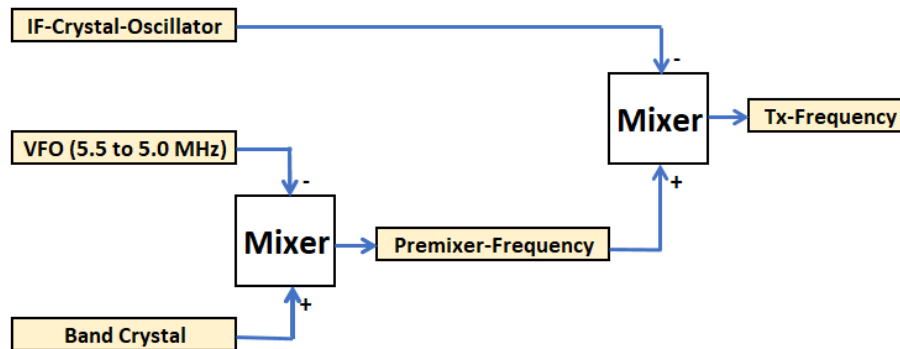

Figura 8
- Reemplazar la soldadura de las dos resistencias R14 (1k Ω) y R15 (3.3k Ω) en el potenciómetro de CALIB VR6 (5k Ω), ver figura 8.